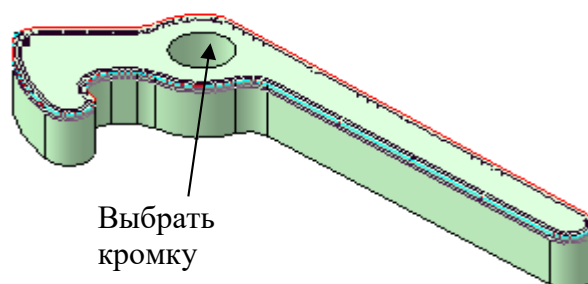

Рис. 56
- укажите на любую наружную плоскую грань детали (рис. 56) – при этом выделятся все кромки;